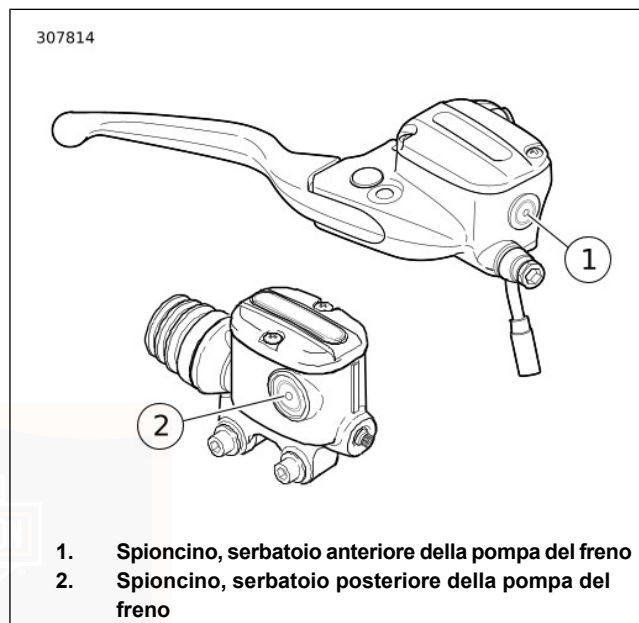

Figura 57. Spioncino del liquido per freni (tipico)
1. Vedere Figura 57. Guardare attraverso lo spioncino sui serbatoi anteriore e posteriore del liquido dei freni per controllare la presenza del liquido dei freni. Se necessario voltare il manubrio da un lato all'altro o scuotere con cautela il veicolo per agitare il fluido.